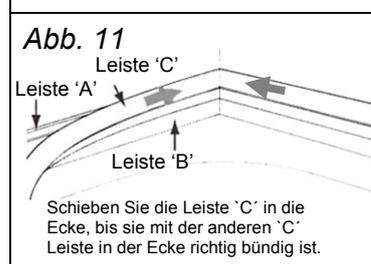

Abb. 11
- Von den Eckenden aus arbeitend, erst das Eckenende von Leiste 'C' auf die hellgraue Leiste 'A' drücken, bis sie richtig einrastet (Klick). Danach schieben Sie wie in **Abb. 11** die Leiste 'C' in die Ecke, bis sie mit der anderen 'C' Leiste in der Ecke richtig bündig ist. Als dritten Schritt drücken Sie die Leiste 'C' gleichmäßig, in kurzen Abständen von der Ecke ausgehend auf die Leiste 'A', um sie zu befestigen. Zum Schluss versiegeln Sie die saubere(n) Eckfuge(n) mit Hilfe eines feinen, aber angemessenen Streifen Klebstoffes. **Achtung!!!!** Der Klebstoff darf nicht mit Leiste 'B' in Berührung kommen.
14. Versiegeln Sie den Spalt zwischen der Oberseite der Leisten 'A' und der Vorderseite der Fliesen, indem Sie wie in **Abb. 11** mit Hilfe der Silikonpistole einen angemessenen und durchgezogenen Streifen des Dichtungsklebstoffes auftragen.